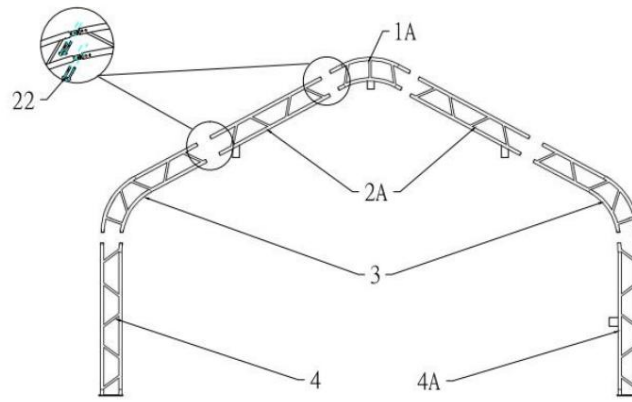

Figure 3
1. La figure 3 montre comment connecter le tube plié de toit pour la porte avant et arrière (n° 1A), le tube plié de paroi latérale pour la porte avant et arrière (n° 2A), le tube plié d'épaule (n° 3), le pied debout (n° 4) et le pied debout pour la porte avant (n° 4A) avec un boulon de carrosserie 8x80 (n° 22), puis placez l'arche dans le tube de la bride de base à l'aide d'un palan (voir la figure 4).